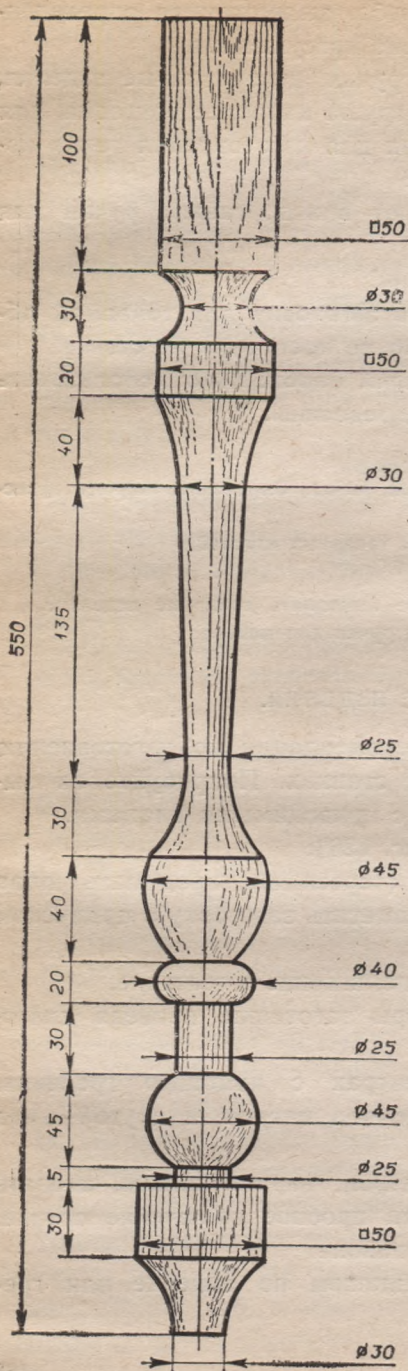

Рис. 127. Опорная пластина для фиксации заготовки.
1. Вместо кольца для фиксации сборной заготовки может быть установлена опорная пластина с шипами или на шурупах (рис. 127).